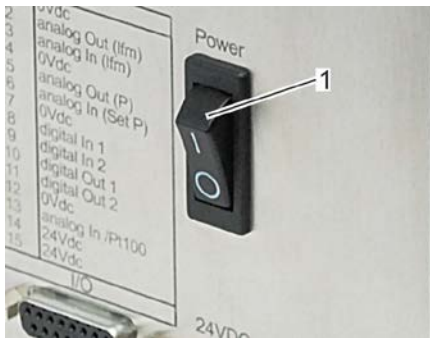

Abb. 113: Ein-/Aus-Schalter betätigen (Rückseite)
2. [Ein-/Aus-Schalter] (Abb. 113/1) auf – 0 – schalten.